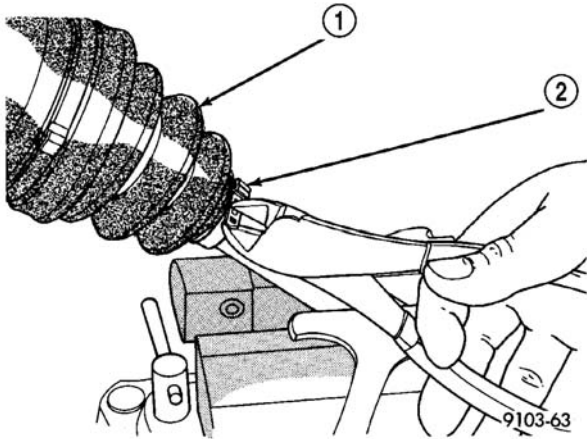

图 8 拆卸密封套卡箍
- (3) 卸下大直径和小直径固定卡箍，它们将 CV 密封套固定到了等速万向节和连接轴上 (图 8)。